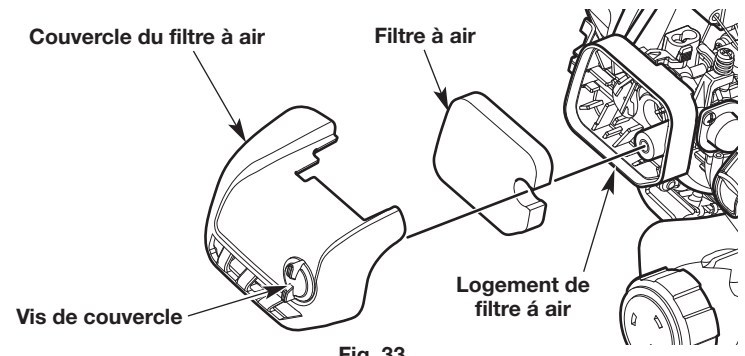

Fig. 33
1. Ouvrez le couvercle du filtre à air en desserrant la vis du couvercle (Fig. 33).
2. Retirez le filtre à air du logement du filtre à air (Fig. 33).
6. Réinstallez le filtre à air dans le logement du filtre à air (Fig. 33).